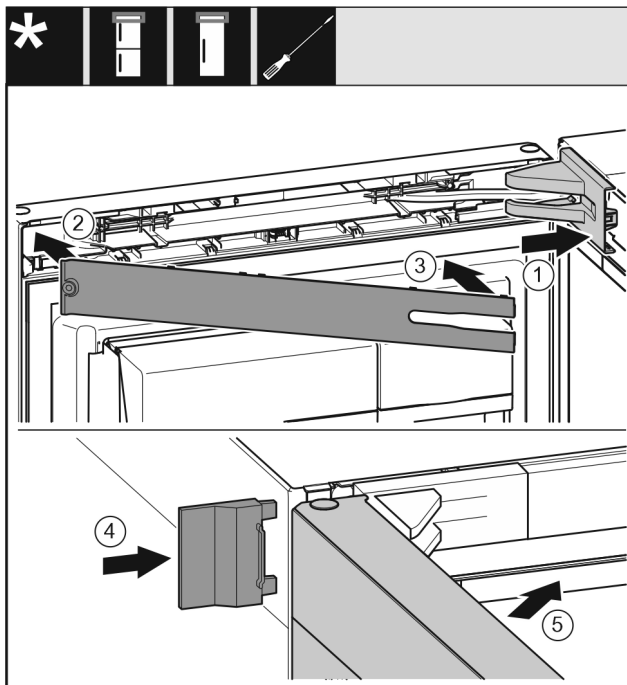

Fig. 22
- ▶ Założyć osłonę płytki zawiasu i zazębnić, ew. ostrożnie odsunąć. Fig. 22 (1)
- ▶ Założyć zaślepkę. Fig. 22 (2)
- ▶ Przechylić i zazębnić zaślepkę. Fig. 22 (3)
- ▶ Wsunąć zewnętrzną osłonę. Fig. 22 (4)
- ▶ Zamknąć górne drzwi. Fig. 22 (5)